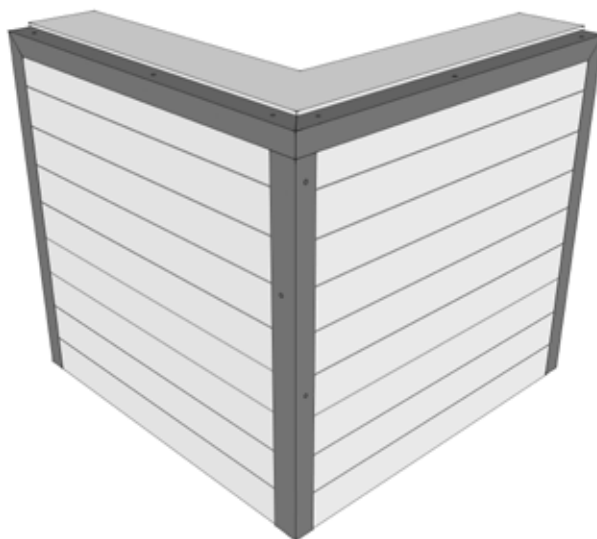

Figura 8
- ② Instalación de placa de borde en forma de L como se muestra en la Figura 8: